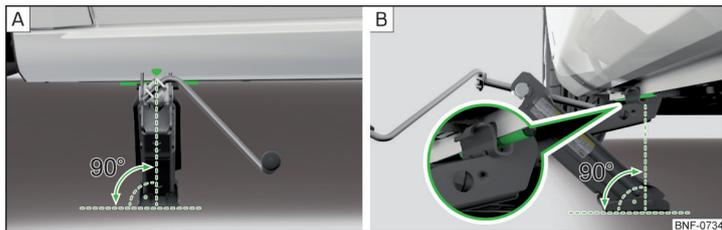

Fig. 153 Colocar el gato
- » Apoye la placa de base del gato con toda la superficie en un suelo recto de la manera que el gato se encuentra en posición vertical respecto a la travesa de toma » fig. 153 - [A].
- » Gire el gato con la manivela hacia arriba hasta que la garra se encuentre en el larguero » fig. 153 - [B].